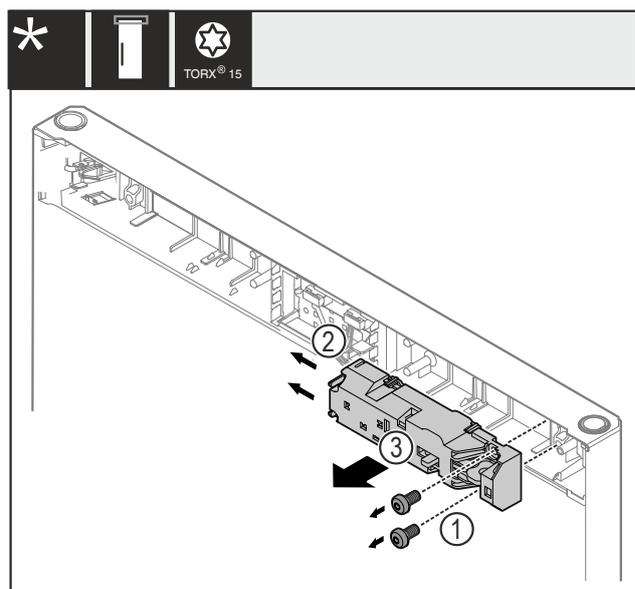

Fig. 20
- ▶ Rimuovere le viti Fig. 20 (1).
- ▶ Spingere sul lato i nasi di arresto Fig. 20 (2) e rimuovere la chiusura a distanza Fig. 20 (3).